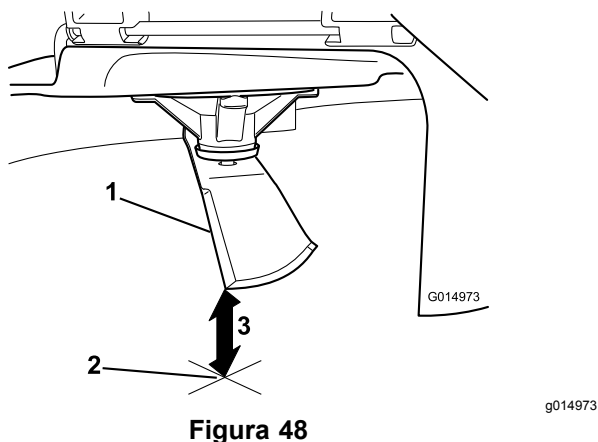

Figura 48
- Mida desde la punta de la cuchilla hasta la superficie plana (Figura 48).
4. Retire el pasador de horquilla de la varilla de soporte delantera y retire la varilla del soporte de la carcasa (Figura 48). Baje cuidadosamente la parte delantera de la carcasa de corte al suelo.